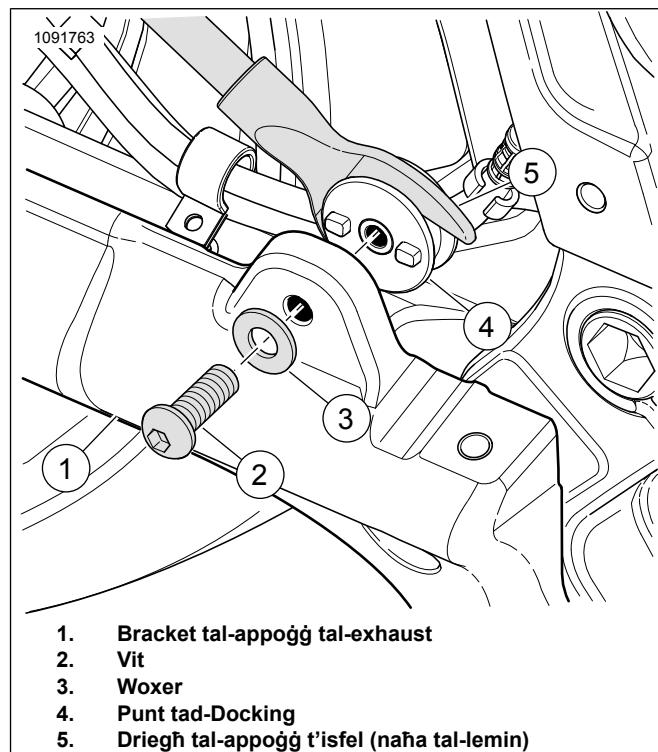

Figura 7. Driegħ tal-Appoġġ t'Isfel (Naħha tal-Lemin)
3. Ara Figura 7 . Waħħal il-punt tad-docking (4) mal-bracket tal-appoġġ tal-exhaust (1) fuq in-naħha ta' ġewwa tal-vettura.